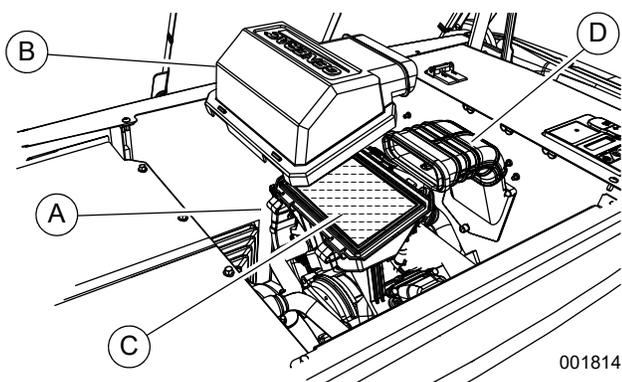

Figure 4-2. Entretien de l'épurateur d'air
2. Voir **Figure 4-2**. Retirer les clips (A) et le couvercle de filtre à air (B).